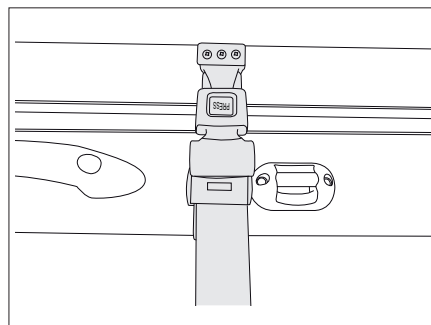

Fig. 166 Cinturón de seguridad
- Soltar el cinturón de retención (Fig. 166).
- Colocar el cinturón de retención (Fig. 166).